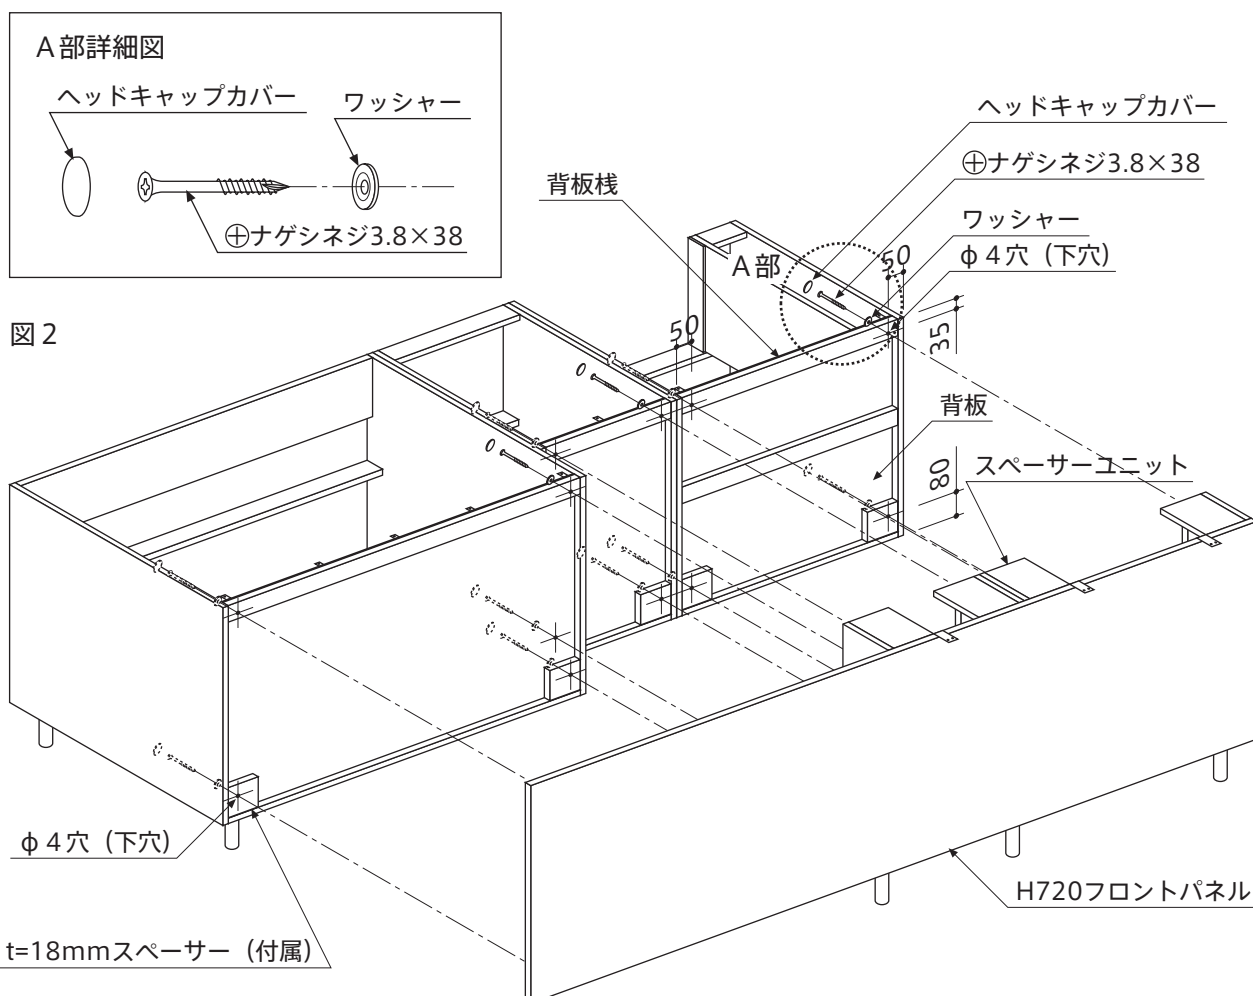

図2
3. ユニットの背板背面下部にt=18mmスペーサー(付属)を両面テープで仮止めします。(図2)
4. ユニットの背板棧と仮止めしたt=18mmスペーサーの指定位置にユニット内の背板からφ4の下穴を開けます。(図2)
5. ユニット内から⊕ナゲシネジ3.8×38にワッシャーを通して、H720フロントパネルおよびスペーサーユニットを固定し、ヘッドキャップカバーをはめます。(図2)